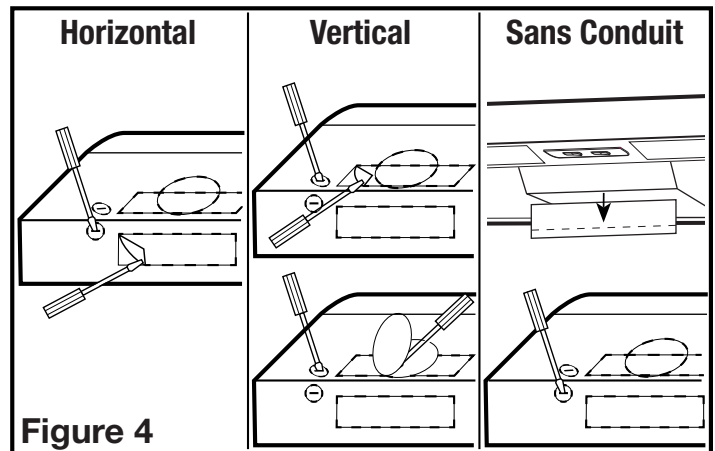

Figure 4
- Horizontal ou Vertical** - Enlever l'alvéole défonçable en insérant un tournevis sous le contour et casser les attaches qui le retiennent en place. Peler avec des pinces (**Figure 4**).
- Sans Conduit** - De l'intérieur de la hotte, appuyez sur les loquets avec vos doigts, avant de retirer le clapet. Tirez sur la languette devant la pale du ventilateur. Pliez le clapet sur la surface plissée puis brisez la partie supérieure du clapet et jetez. Réinsérez la partie restante du clapet dans la fente (**Figure 4**).
- Rond de 17,78 cm (7 po)** - enlever l'alvéole défonçable située sur le dessus de la hotte en insérant un tournevis sous le rebord et briser les attaches qui la maintiennent en place. Peler avec des pinces (**Figure 4**).
- Déterminer où le service électrique entrera dans la hotte et enlever les alvéoles défonçables électriques appropriées en insérant un tournevis dans la fente et en le repliant vers l'avant et l'arrière jusqu'à ce que les alvéoles deviennent lâches (**Figure 4**).